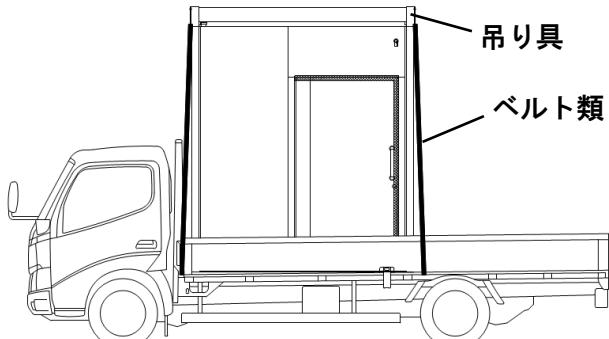

図 1. 固定方法
- 本体の固定は、必ず大梁左右の吊り具からラッシングベルト等を使用し 4 隅で固定してください。(図 1 参照)